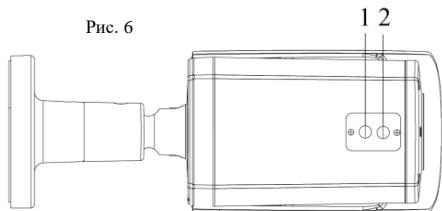

Рис. 6
2. Настройка угла обзора и резкости происходит путем регулировки соответствующих винтов, расположенных за пластиковой крышкой на дне корпусе камеры. Для регулировки настроечных винтов сдвиньте крышку (рис.50). Ближе к объективу находится винт настройки угла обзора (2), следующий – винт настройки фокусировки (1) (рис.6).